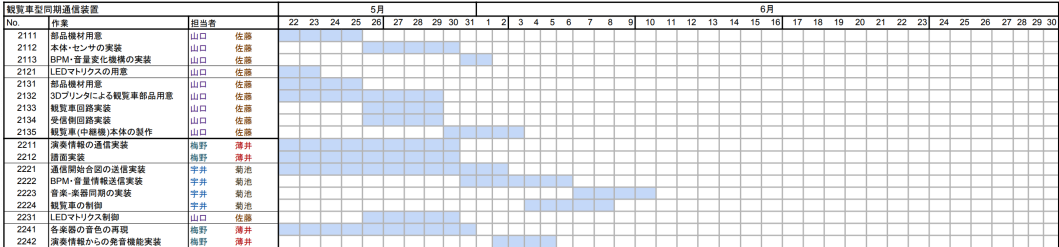

図 1 計画時のガントチャート
最終計画書に記載されたガントチャート (GC) を図 1 に示す。